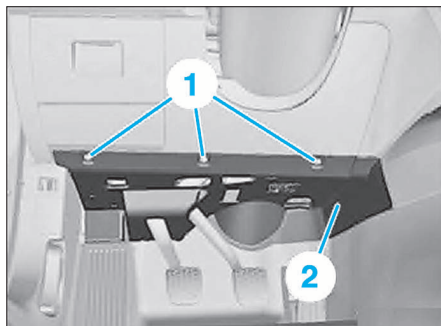

FIG. 14
- Déposer les vis (1) (Fig.14).